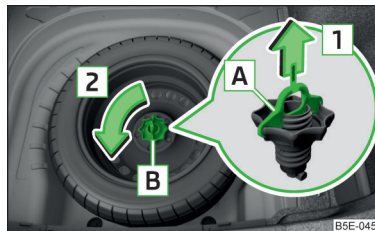

Abb. 328
Das Rad befindet sich in einer Mulde unter dem Bodenbelag im Gepäckraum und ist mit einer Sicherungsschraube **B** befestigt » Abb. 328.
- › Die Sicherung **A** in Pfeilrichtung **1** herausziehen » Abb. 328.
- › Die Sicherungsschraube **B** entgegen der Pfeilrichtung **2** einschrauben » Abb. 328.